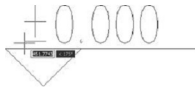

图 3.98 “ $\pm 0.000$ ”的放置位置
(3) 在指定起点:提示下,将“ $\pm 0.000$ ”放到如图 3.98 所示的位置后单击,确定“ $\pm 0.000$ ”的位置。